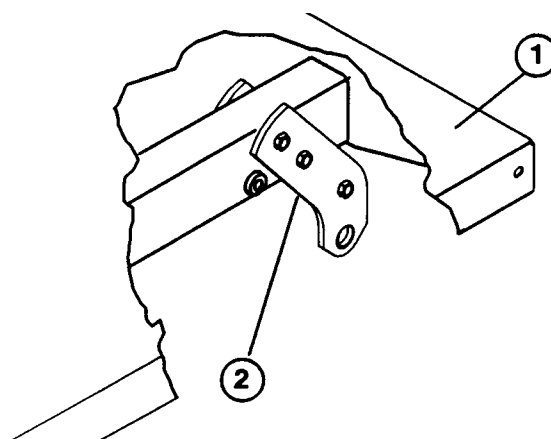
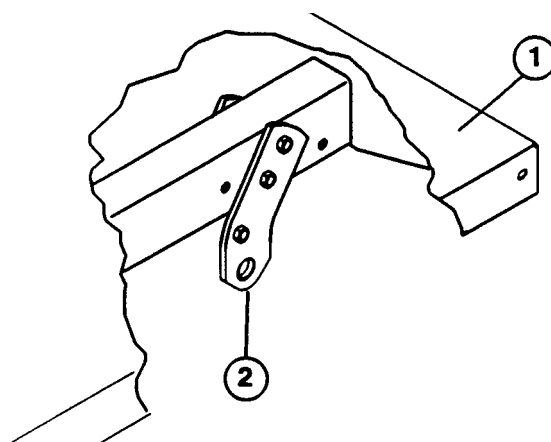

Fig. 4
Fig. 5
4. Fest hvert bakre dreieplatesett til høyre og venstre rammekanaler med settskruene og låsemutrene som ble tatt av tidligere. Sett brakettene på lasteplanet i full størrelse som vist på fig. 4, og fig. 5 for lasteplan i 2/3 størrelse.
NB: For en Workman 3000 med lasteplan i full størrelse må bakre dreieplater boltes til rammen/kanalen slik at nedre ende er skråttstilt bakover (fig. 4).